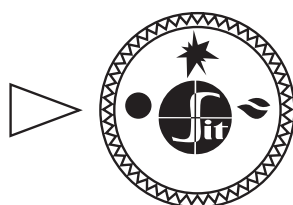

Рис. 9.
- 7.2. В исходном (выключенном) положении ручк управления не ходит в положение «точк» (рис. 9). Пилотная и основные горелки погашены (под ч г з к ним з блокиров н).
- 7.5. **Выключение пп р т** производится путем поворот ручки в положение «точк» (рис. 9). При этом пилотная и основные горелки (если горят) пог снут.